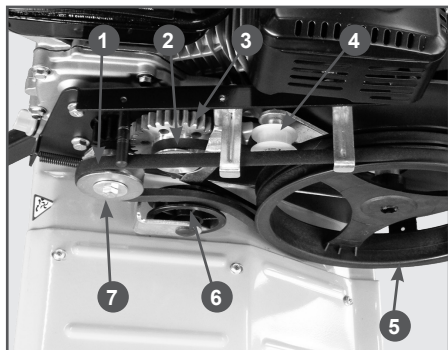

Рис. 26 Обслуживание ремней привода
2. Снимите ремень 1 переднего хода со шкивов шестерни 3 заднего хода и редуктора 5 (Рис. 26).
4. Снимите ремень 2 заднего хода со шкивов шестерни 3 заднего хода и редуктора 5 (Рис. 26).